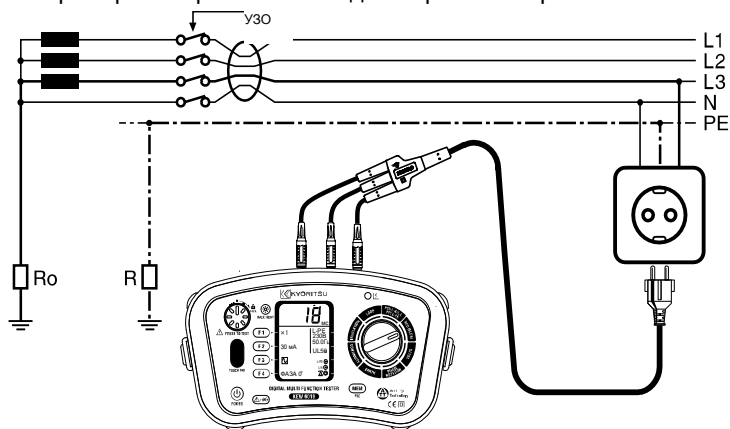

Рис.35
На Рис.35 изображено неисправное заземление, где существует R (сопротивление). В случае КЗ ток течет к R, и в цепи появляется потенциал. Существует вероятность того, что человек, который прикоснется к такому неисправному заземлению вызовет напряжение, которое есть в его теле в это время. Это так называемое U_c . Если при тестировании U_c , ток $I_{\Delta N}$ течет к УЗО, вычисляется значение U_c . Напряжение U_c вычисляется исходя из номинального остаточного тока ($I_{\Delta N}$) с измерением полного сопротивления.
2. Подсоедините измерительные щупы к тестируемой схеме. (Рис.35, 36, 37)